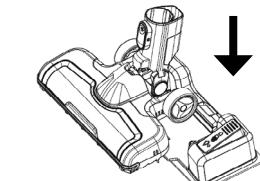

Fig. 1
- Si quiere limpiar mientras aspira, coloque el cepillo Turbo en el tanque de agua (14) y presione ligeramente, oírá un clic (Fig. 1).